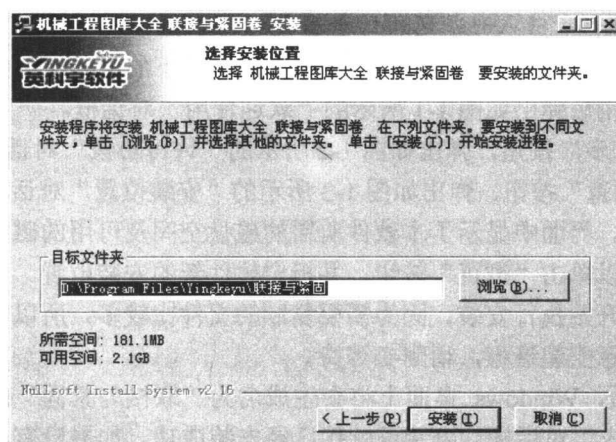

图 1-3 “安装位置”对话框
(3) 单击“我同意”按钮, 弹出如图 1-3 所示的“安装位置”对话框, 要求用户确定软件安装在哪一个盘上。界面中显示了本软件所需的磁盘空间及可用的磁盘空间。如果要自定义软件的安装位置可以单击“浏览”按钮, 并指定软件新的安装位置。当安装位置确定后, 单击“安装”按钮, 开始执行安装。因为需要复制的文件比较多, 所以需要一些时间。在这个过程中, 屏幕会显示安装进程, 请耐心等待。